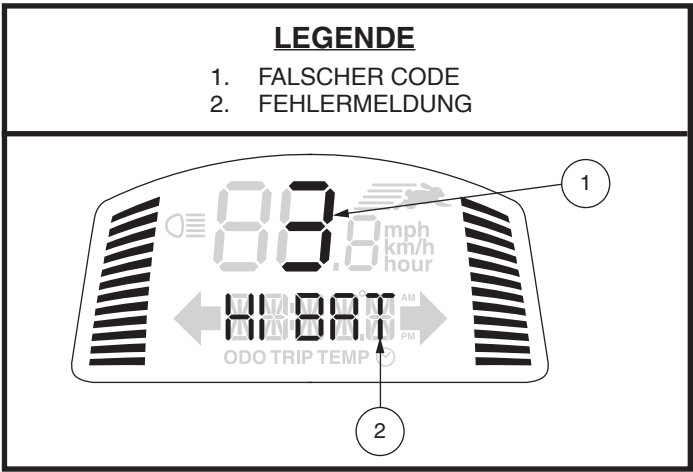

Abb. 24. Fehlercode-Anzeige
- 1. Ein Diagnosefehlercode und eine Fehlermeldung werden auf Ihrem LCD-Bildschirm angezeigt (Siehe Abb. 24), **ODER**